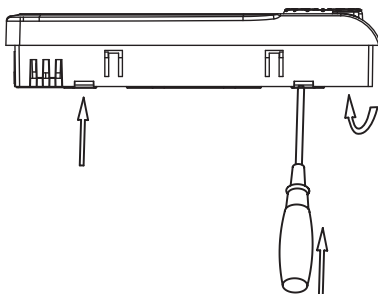

Abb.2
- 5) Den unteren Deckel befestigen Sie mit Schrauben auf Installationsdose (Abb. 2., S. 3).